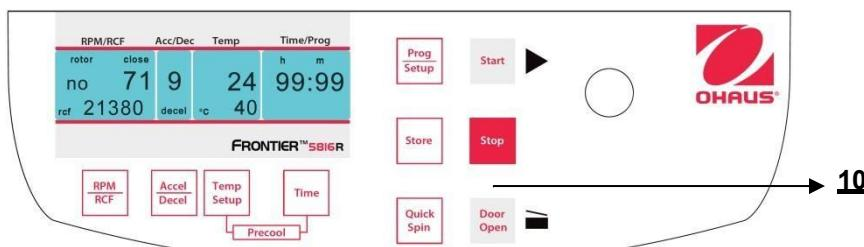

Figura 30
Mediante il tasto **"Stop"** (10) (Vedere figura 30) è possibile interrompere il ciclo in ogni momento. Dopo aver premuto il tasto, la centrifuga decelera all'intensità preselezionata fino a che non si arresta.